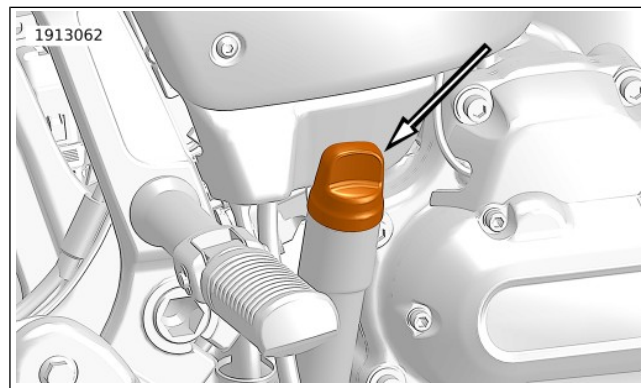

Abbildung 43. Motoröl-Einfüllverschlussstopfen
2. Siehe Abbildung 43. Bei **aufrecht** stehendem Motorrad den Motorölstand überprüfen.
3. Siehe Abbildung 43. Den Ölstand bei **aufrecht** stehendem Motorrad überprüfen.